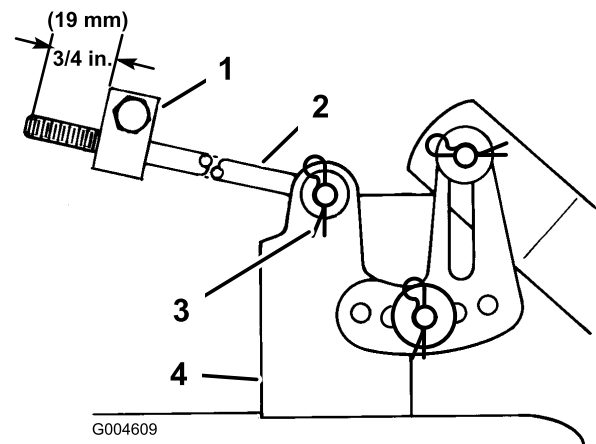

Bild 44
11. Messen Sie die Länge der Stange, die vorne aus dem Einstellblock an den Seiten des Rahmens heraussteht (Bild 44). Entfernen Sie, wenn die Länge der Stange nicht 19 mm beträgt, den Splint und die Scheibe vom Ende der Stange (Bild 44) und drehen Sie die Stange, bis die Länge von 19 mm erreicht ist.